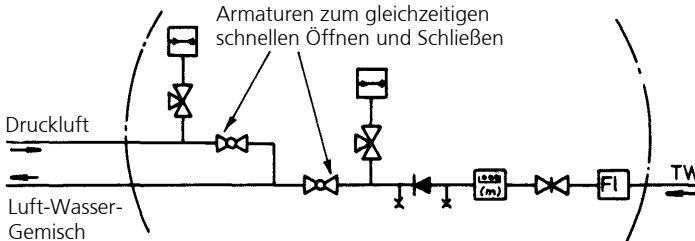

Bild 24.
- Die Anordnung der Druckluft-Wasser-Mischvorrichtung mit den zugehörigen Armaturen kann nach Bild 24 erfolgen.